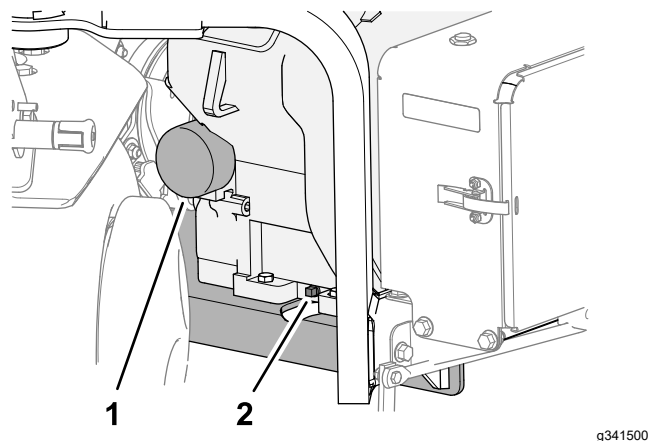

Рисунок 161
3. Поместите поддон под пробку маслосливного отверстия и снимите пробку (Рисунок 161).
1. Поместите неглубокий поддон под масляный фильтр и снимите фильтр (Рисунок 161).
6. Наверните масляный фильтр на переходник фильтра до контакта прокладки с переходником фильтра (Рисунок 161), затем затяните фильтр еще на пол-оборота.